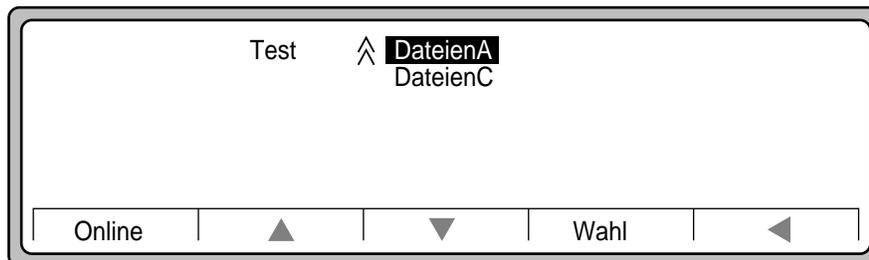

Abbildung 4-45 Untermenü Test
4. Verwenden Sie den **Abwärtspfeil**, um nach unten zu blättern und die Option **DateienA** hervorzuheben (siehe Abbildung 4-45); drücken Sie dann die Taste **Wahl**.